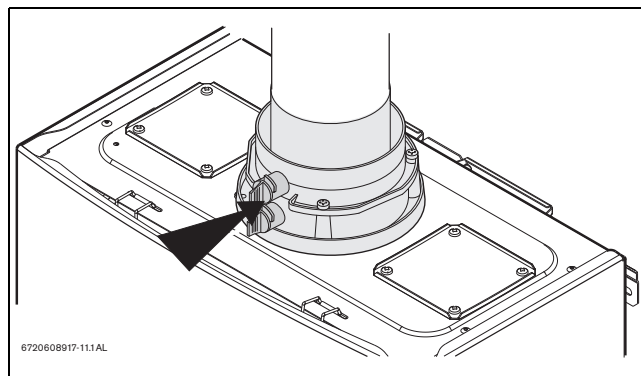

Рис. 50 Штуцер для вимірювання
- ▶ Відкрутіть пластмасовий гвинт на газовивідному патрубку, як зображено на Рис. 50.